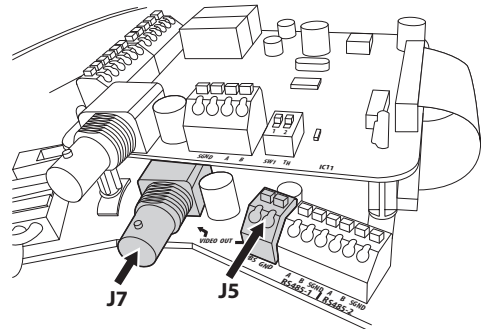

Fig. 13
- **Hauptvideo:** Der Hauptvideoausgang (Steckverbinder J5-J7, Fig. 13, Seite 15) wird benutzt, um das Videosignal des integrierten Moduls zu übertragen.
- **Hauptvideo:** Bei allen Modellen mit nur einer Wärmebildkamera wird der Hauptvideoausgang (Steckverbinder J5-J7, Fig. 13, Seite 15) benutzt, um das Videosignal der Wärmebildkamera zu übertragen.